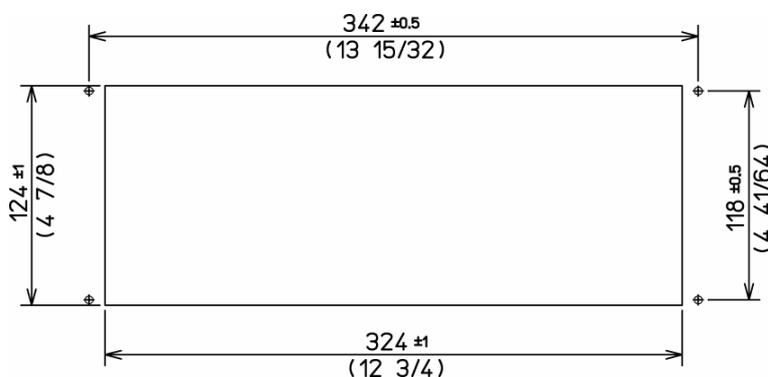

図 4.12 操作部取付け穴加工図
- (1) パネル上の指示機取付け面に図 4.12 に示す寸法で開口部を加工します。
- (2) 取付け穴位置をマーキングします。